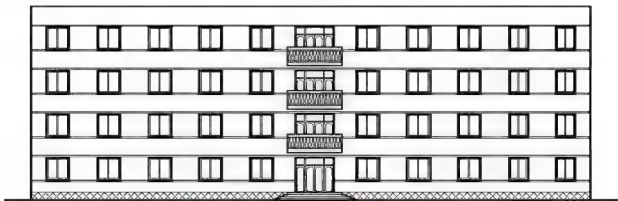

图 4.76 用【用户定义】图案填充填充散水
③ 设定【角度】为“45”，【间距】为“400”。
④ 单击【拾取点】按钮，关闭对话框，在拾取内部点或[选择对象(S)/删除边界(B)]:提示下，分别在台阶两侧要填充的区域内部单击，选择填充区域。
⑤ 按 Enter 键返回【图案填充和渐变色】对话框，单击【确定】按钮关闭对话框，结果如图 4.76 所示。